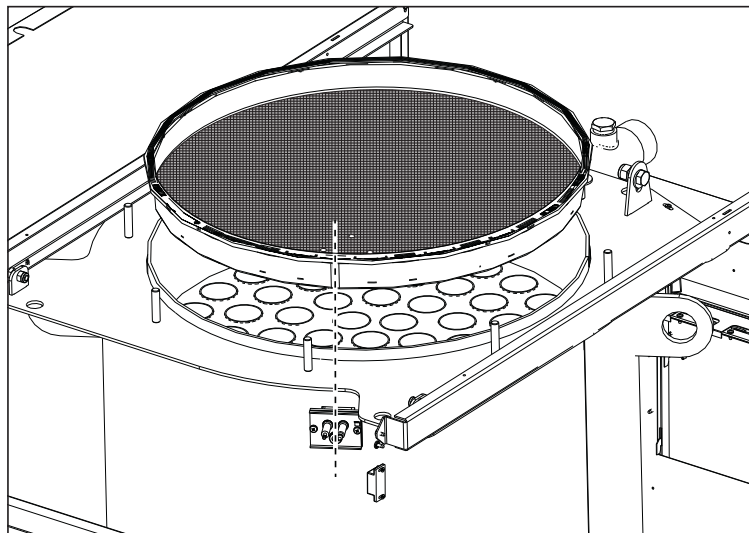

fig. 67 - Alineación del quemador
**IMPORTANTE:** después de limpiar el quemador, asegúrese de colocarlo alineando la soldadura de la junta de la brida con el centro de la mirilla (ver fig. 67).